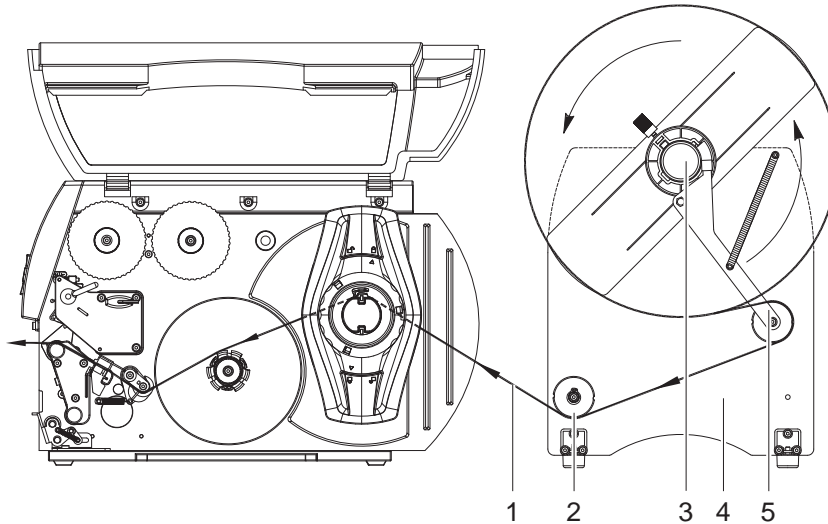
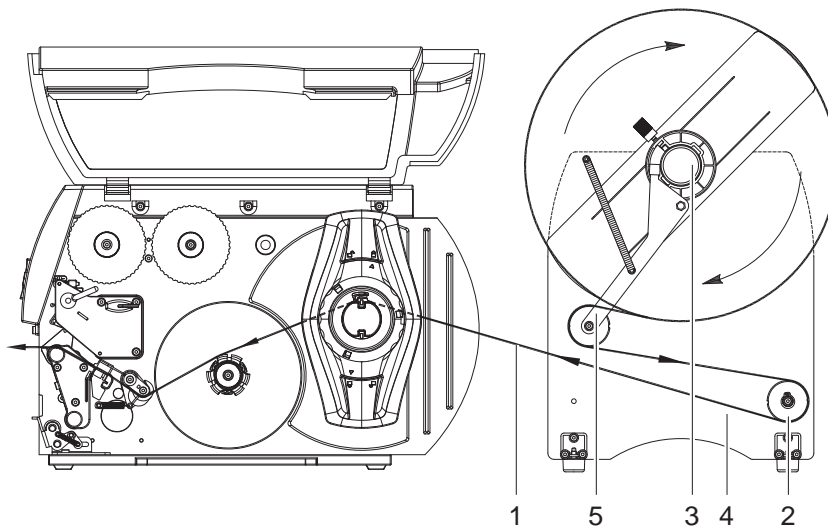

Bild 5 Abwickeln von Rollen mit außengewickelten Etiketten
Bild 6 Abwickeln von Rollen mit innengewickelten Etiketten
- Gestell (4) des Externen Abwicklers abhängig verwendeten Material nach Bild 5 oder Bild 6 aufstellen.
**Die Aufstellung des Externen Abwicklers ist von der Wickelrichtung des Etikettenmaterials abhängig. Orientierung bietet der Pendelarm (5).**
- Wickelachse (3) mit dem Material (1) in das Gestell (4) einhängen.
- Etikettenband (1) über den Pendelarm (5) und die Umlenkung (2) zum Drucker führen.